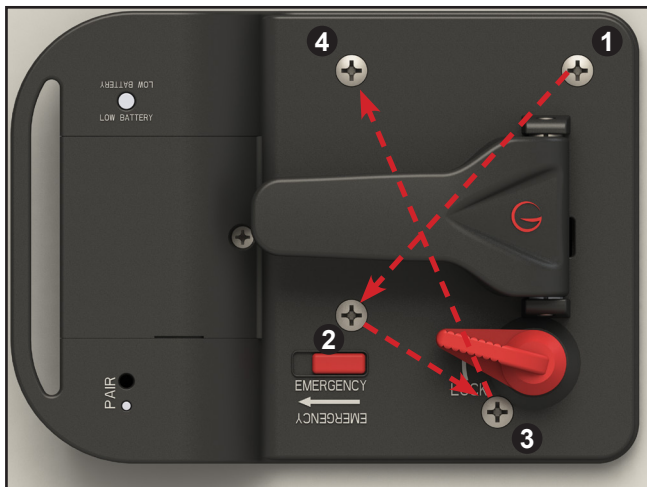

Fig.15
9. Serrez les fixations à l'arrière du mécanisme de verrouillage selon un motif en « X » (Fig. 15).